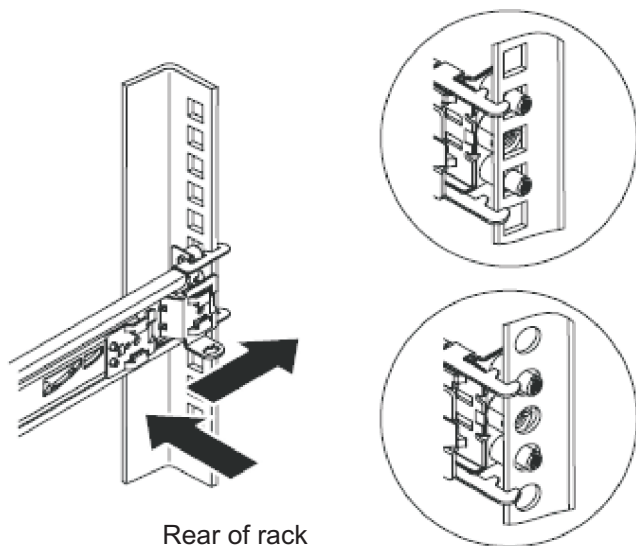

Figura 22. Instalando a extremidade traseira dos trilhos deslizantes
3. Instale a extremidade traseira dos trilhos laterais, conforme mostrado na Figura 22 na página 30.